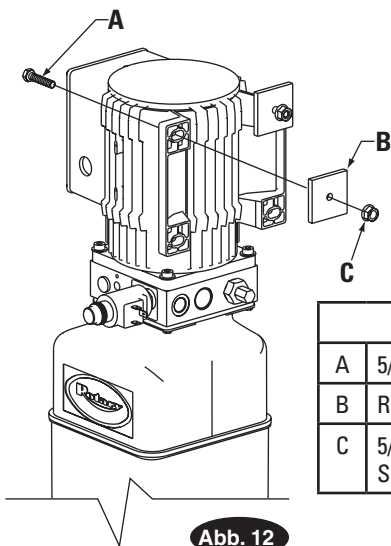

Abb. 12 Detail
(2) 5/16"-18NC x 1-1/2" HHCS durch die oberen Löcher in der Stromversorgungseinheit stecken (mit Rutschscheibe festhalten) (Abb. 12). Angeflanschte 5/16"-18NC-Muttern anbringen, bis Schraubenende mit Mutterende fluchtet. Stromversorgungseinheit auf Säulenverlängerung Abb. 12a montieren. Schrauben-Mutter-Kombination in die oberen Löcher und bis unten ans Ende des Schlitzes schieben. HHCS, Rutschmatte und angeflanschte HHCS in die unteren Löcher der Stromversorgungseinheit bringen und festziehen. (Sicherstellen, dass die Rutschmatte zwischen Stromversorgungseinheit und Säulenverlängerung platziert ist). Obere HHCS und Mutter festziehen. Herausstehende Verlängerung auf Pumpe anbringen und manuell anziehen bis der O-Ring an der richtigen Stelle fixiert ist (Abb. 12). Dann die Sicherheitsmutter weiter mit 14 – 20 Nm (1.4 - 2.1kg-m) anziehen bis die Mutter und die Sicherungsscheibe gegen den Pumpenverteiler anschlagen.